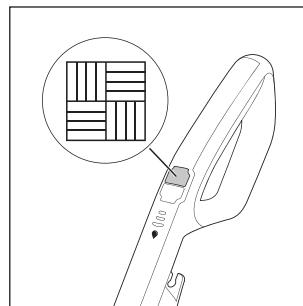

Fig. 13
- ◆ Pentru a porni aparatul apăsați comutatorul pentru podea tare  **14** (a se vedea fig. 13). LED-ul comutatorului pentru podea tare  **14** luminează albastru.
- ♦ Pentru a opri aparatul, apăsați din nou comutatorul pentru podea tare 14 (a se vedea fig. 13).